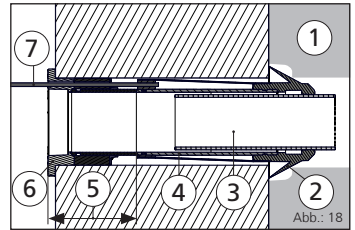

Abb.: 18
- Zum Positionieren des Vortriebsrohres kann die Schnellspannvorrichtung SVS verwendet werden (siehe Abb.: 18).
Legende zu Abb.: 18